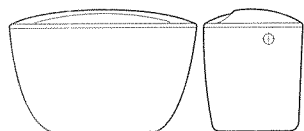

Рис.6
- бачок смывной с верхним пуском с боковой подводкой низкой (рис. 6),